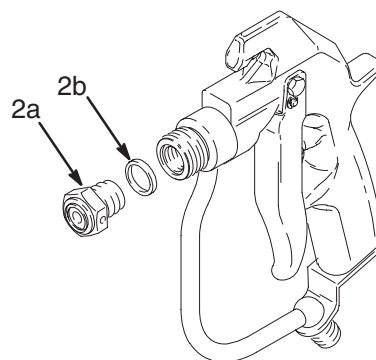

Fig. 7 03969
3. Skruva loss ventilsåtet (2a). Ta bort packningen (2b). Se Fig. 7.